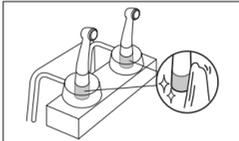

図 20
- 1 ハンドピースホルダーに保持される部分は、消毒用アルコールで汚れを拭き取ってください（図 20）。